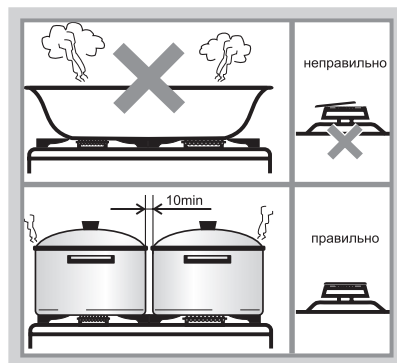

Рис.23
- Размеры посуды (см. табл. 8 и рис.23) и режим работы горелок нужно выбирать таким образом, чтобы пламя не выходило за края и не «лизало» боковые стенки.
- Запрещается устанавливать на решетки какие-либо дополнительные рассекатели пламени и пользоваться горелками со смещенными крышечками (рис. 23). Это может привести к разрушению стеклянного стола или необратимому ухудшению внешнего вида стола из нержавеющей стали.